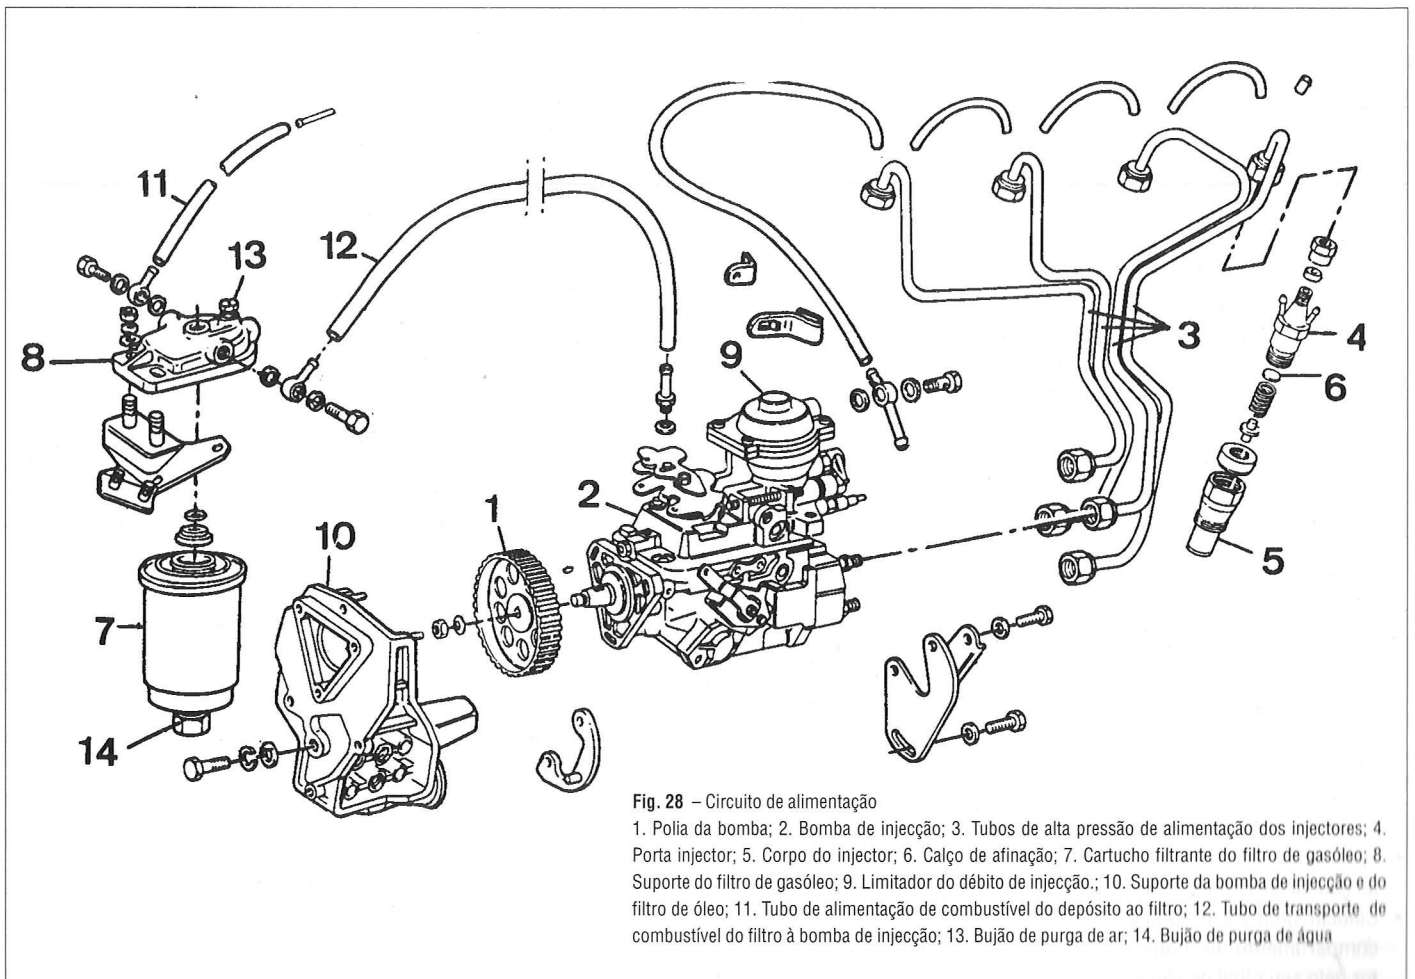

Fig. 28 – Circuito de alimentação
2.2.7. ALIMENTAÇÃO (Figs. 28 e 29)